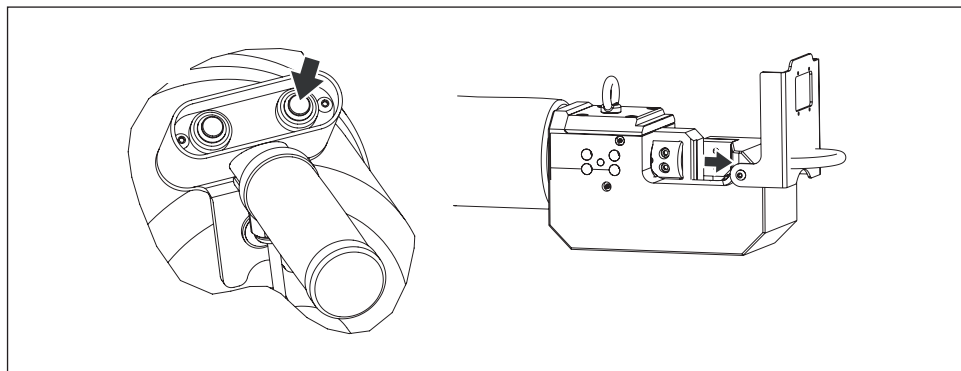

Figura 11, Funzionamento - Estensione/Taglio
- Tenere premuto il pulsante di **estensione** per fare avanzare lo stelo e fare scorrere la lama mobile in avanti. Vedere la figura 11.